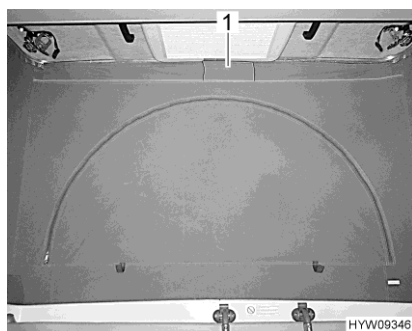

Fig. 59 Aerazione (chiusa)
- Aprire la chiusura a velcro della membrana in tessuto (Fig. 59,1) sotto il tetto a soffietto. Dietro la membrana in tessuto è stata applicata una zanzariera per impedire agli insetti di entrare.